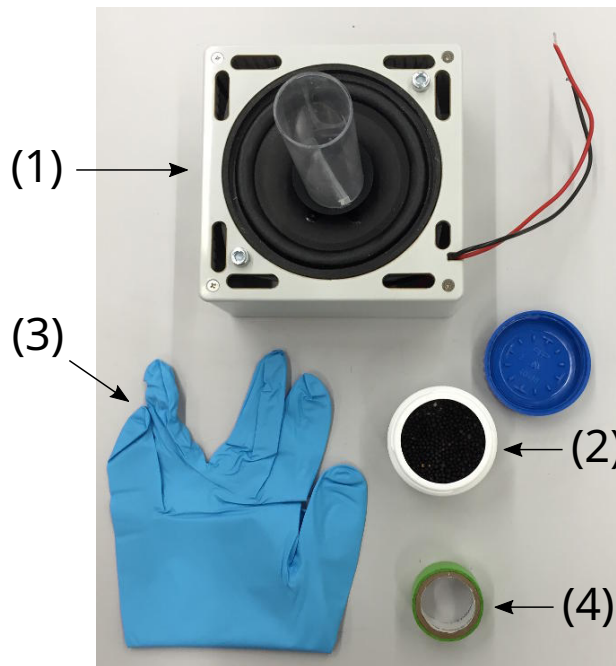

Рисунок 2: Оборудование для проведения данного эксперимента.
- Амплитуда пилообразного сигнала изменяется путем вращения ручки потенциометра *"speaker amplitude"* (4), расположенной справа. Постоянное напряжение, пропорциональное амплитуде сигнала, подается на разъем *"speaker amplitude"* (6) (по отношению к разъему *"GND"* (7)). Нумерация соответствует той, которая указана на фотографии (рис.2) в общей инструкции к экспериментальному туру.